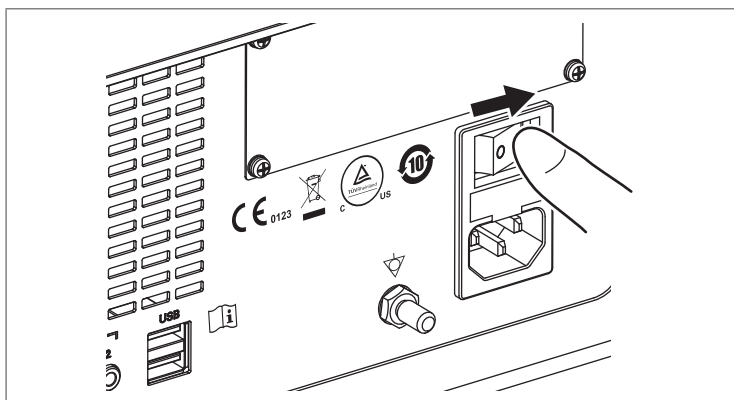

Рис. 5.1
- Для включения процессора включите основной выключатель питания на задней панели (нажатием на правую сторону выключателя) (рис. 5.1).